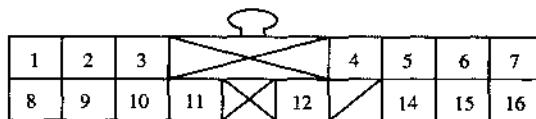

图 8.18 仪表总成 16 芯插头示意图
- ① 观察制动系统灯是否亮，如果也不亮，检查排除下列可能故障点。
- ② 如果制动系统指示灯亮，则先关闭点火开关，断开 ABS 控制装置 12 芯插头，再接通点火开关，看这时 ABS 指示灯是否亮，如果亮起，检查 ABS 控制装置插头是否松动，如有必要使用一个无故障的 ABS 控制装置进行替换，并再次检查。
- ③ 如果 ABS 指示灯仍然不亮，检查仪表总成里的 ABS 指示灯灯泡是否正常，损坏应更换。
- ④ 灯泡若没坏，断开仪表总成 16 芯插头（见图 8.18），并检查其 10 号端子与车体地线之间是否导通，如果导通则是仪表总成与 ABS 控制装置之间对车体地线之间短路，检查并排除。